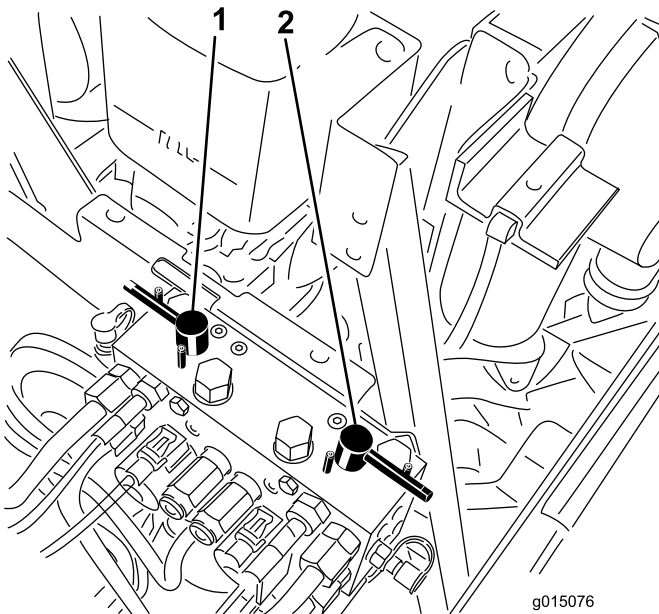

图 76
4. 选择前、后或同时两个倒磨控制杆确定哪个装置需要倒磨 (图 76)。